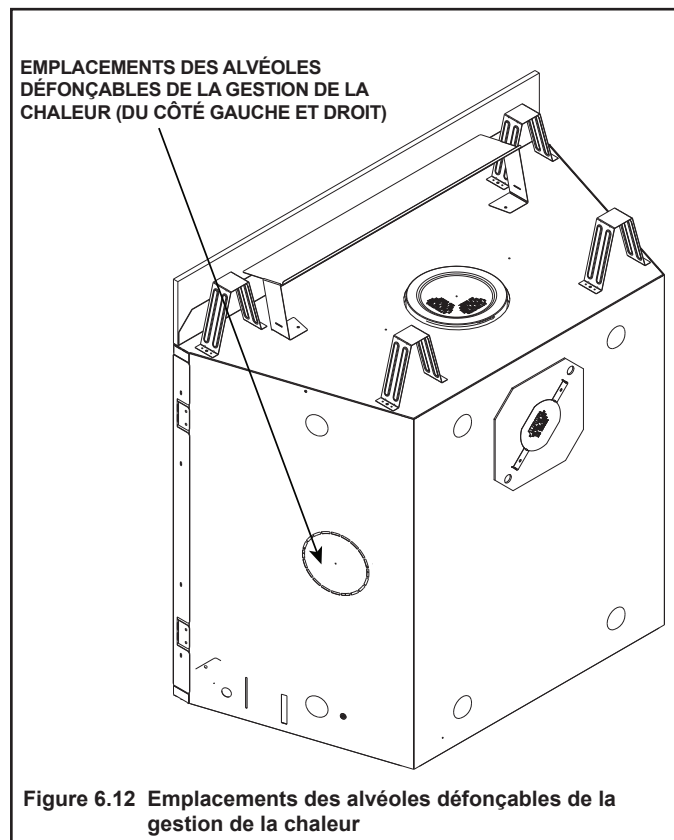

Figure 6.12 Emplacements des alvéoles défonçables de la gestion de la chaleur
- Localisez les orifices d'accès du système de gestion de la chaleur à gauche et à droite de l'appareil. Il faut installer un ou deux ensembles Heat-Zones® au gaz. Retirez le couvercle du foyer et jetez-le. Voir la figure 6.12.